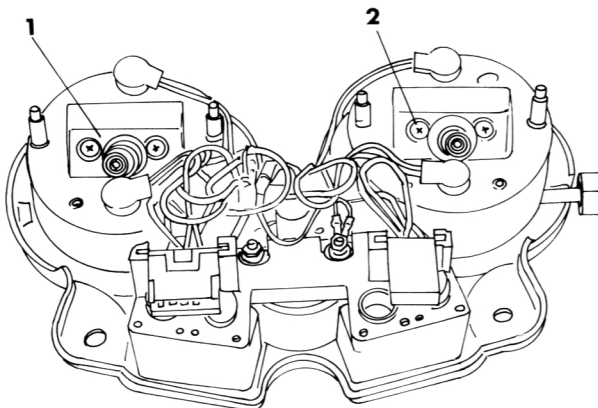

Bild 174
- Die Instrumentenlampen entfernen und Tachometer (2) sowie Drehzahlmesser (1) aus dem Armaturenbrett herausdrücken (Bild 174).